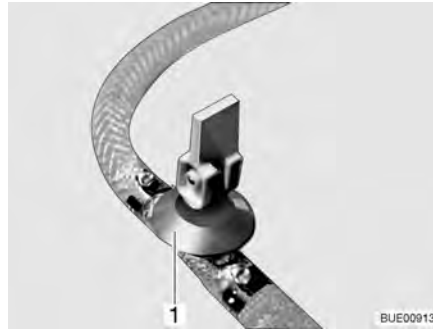
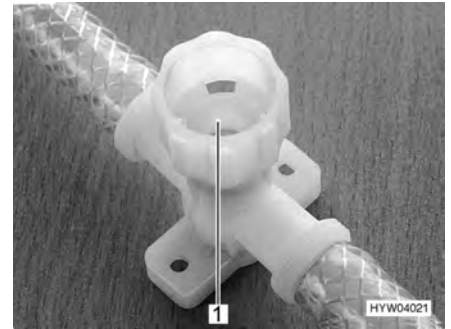

Fig. 173 Llave de desagüe (con balancín)
Fig. 174 Llave de desagüe (con tapa giratoria)
- Abrir todas las llaves de desagüe. Para esto, poner el balancín de la llave de desagüe (Fig. 173,1) en posición vertical o girar la tapa de la llave de desagüe (Fig. 174,1) en sentido contrario a las agujas del reloj.